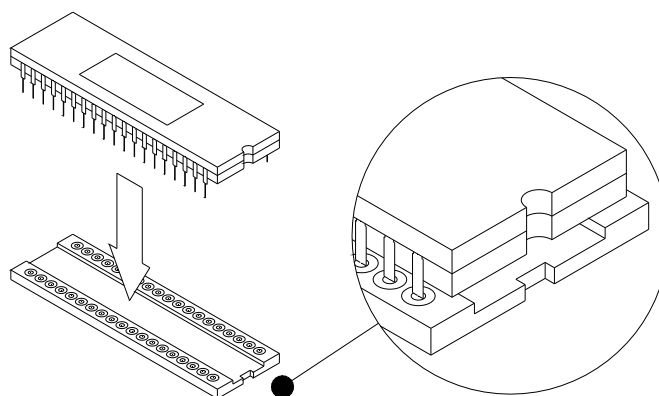

图 5-7: 对准并插入固件集成芯片
3. 把升级的固件集成芯片安装到印制线路装配板中。如图 5-7 所示，确保集成芯片的凹口端与插座的凹口端对齐。确保芯片牢固地安插在插座中，并且芯片引脚没有弯曲或变形。